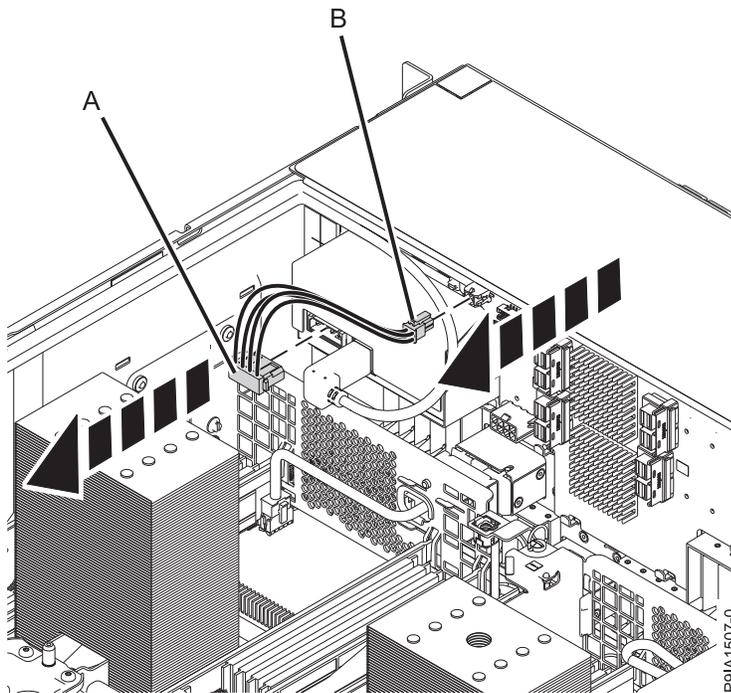

Figura 24. Desconectando um cabo de energia RDX interno
3. Desconecte o cabo de energia RDX interno (**B**) do painel traseiro da unidade de disco. Desconecte a outra extremidade do cabo de energia RDX interno (**A**) da estação de acoplamento RDX interna, como mostrado na Figura 24 na página 29.